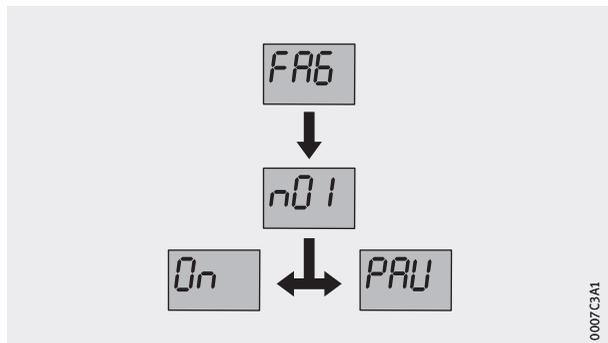

Figura 13
- ▷ El sistema de lubricación está conectado y funciona en el modo de servicio de control de tiempo, *figura 13*.